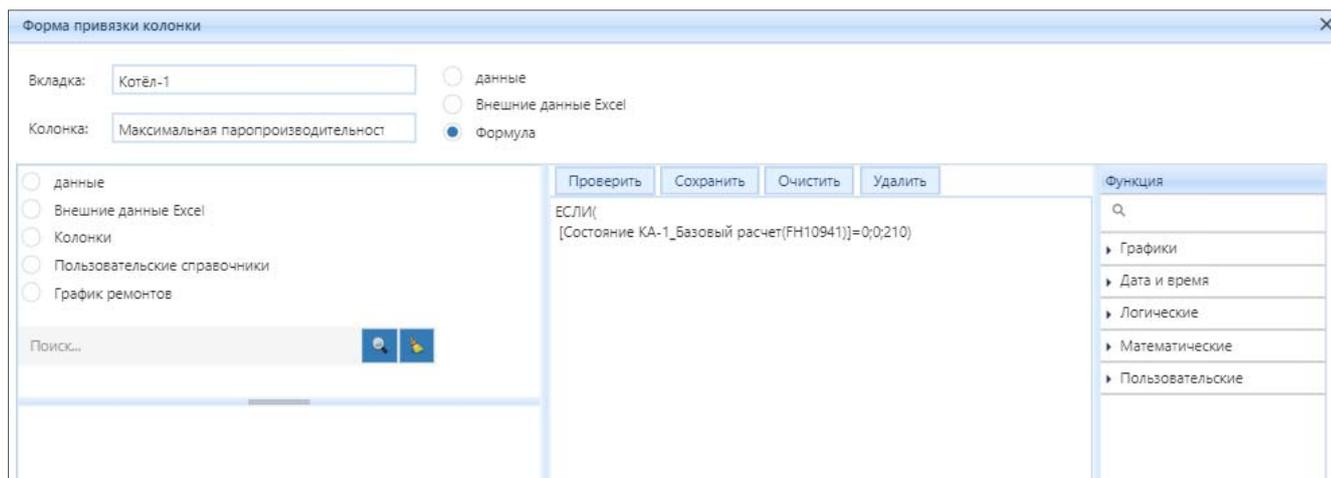

Рисунок 4.5.20 – Интерфейс формы привязки колонки
Чтобы добавить для колонки привязку к данным из БД, файлу Excel или формулу, необходимо воспользоваться кнопкой (12) «Привязка» (см. рисунок 4.5.2). После нажатия кнопки «Привязка» (рис. 4.5.19) отобразится окно, в котором будут указаны существующие привязки. Если прописана формула, ее также можно будет изменить в открывшемся окне (рис. 4.5.20).